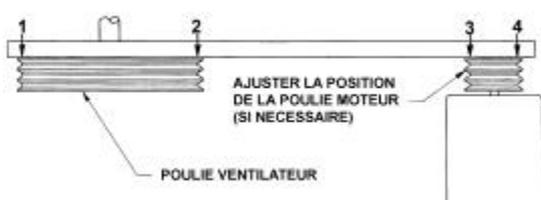

Figure 20 - Vérification de l'alignement des poulies.
8. Vérifier en regardant que le haut et le bas de la base moteur sont à la même distance par rapport au corps de l'unité. Ceci permet de s'assurer que les poulies sont bien alignées et qu'elles ont été pré-alignées à l'usine. Pour une vérification finale, mettre une règle droite d'une poulie à l'autre. Elles doivent avoir quatre points de contact. (Voir Figure 20).